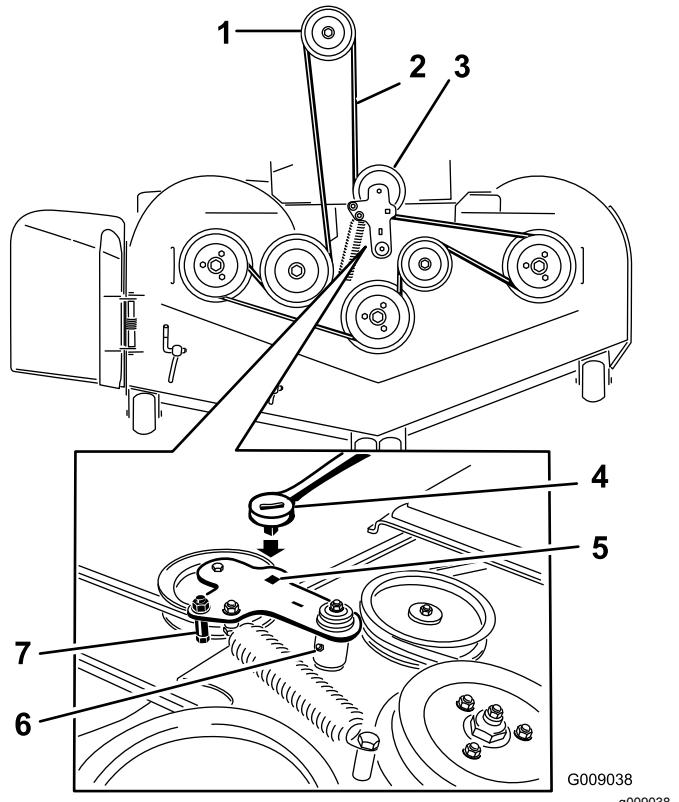

Figura 74
- Utilice una llave de carraca en el taladro cuadrado del brazo tensor para aliviar la tensión del muelle tensor (Figura 74).
- Instale la guía de la correa en el brazo tensor tensado con muelle (Figura 74).
- Pase la correa nueva alrededor de las poleas del cortacésped y de la polea del embrague, debajo del motor (Figura 74).
- Instale la guía de la correa en el brazo tensor (Figura 74).
- Utilizando la llave de carraca en el taladro cuadrado, instale el muelle tensor (Figura 74).